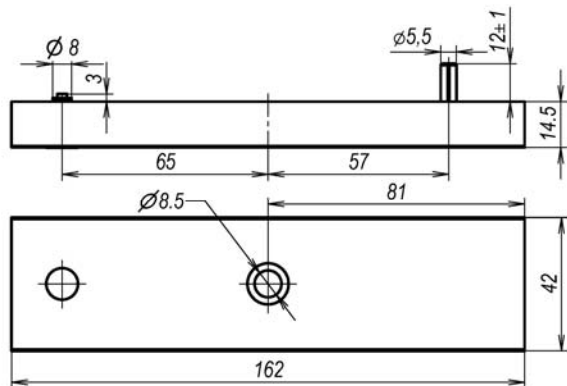

Рис. 6 Якорная часть
5.3 Якорная часть замка устанавливается на двери напротив корпуса и закрепляется с помощью комплекта крепления якоря. Для варианта замка **AL-350FB-01** в двери подготавливаются монтажные отверстия для штифта и элементов крепления в соответствии с габаритным чертежом якоря (рисунок 6).